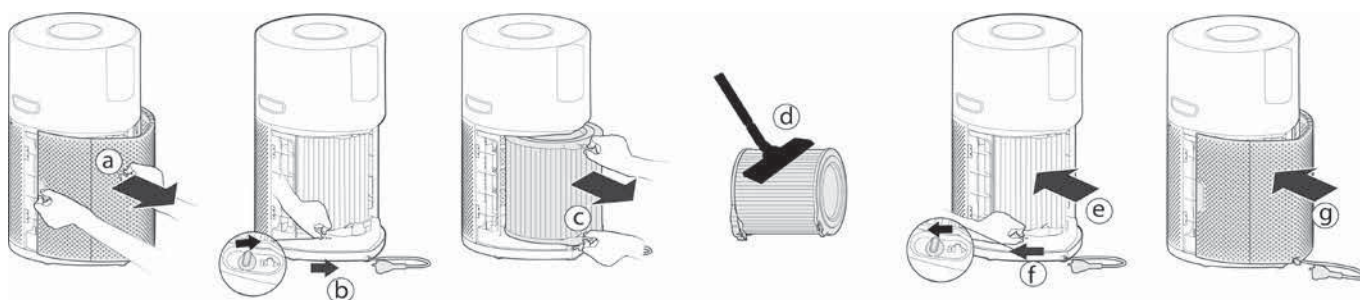

Рис. 14
Очистка / Замена фильтра: [Рис. 14]
- Снимите крышку блока забора воздуха с прибора. [Рис. 14а]